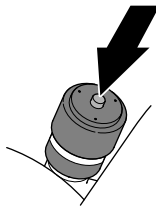

Figura 77
6. Si se muestra una banda roja en el indicador de mantenimiento, pulse el botón de reinicio situado al final del indicador (Figura 77).